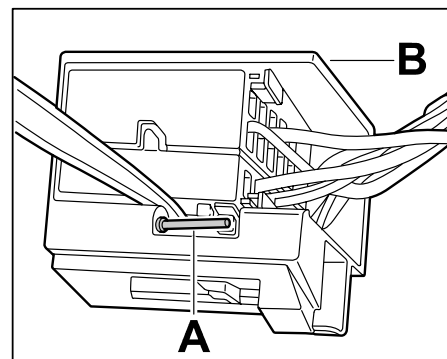

Bild 10
- 3.4.1 21-poligen Türstecker "TRKP2" zerlegen, dazu Rastenase  $\Rightarrow$  Bild 10 -A- entriegeln und den Steckerträger  $\Rightarrow$  Bild 10 -B- aus dem Steckergehäuse ziehen.